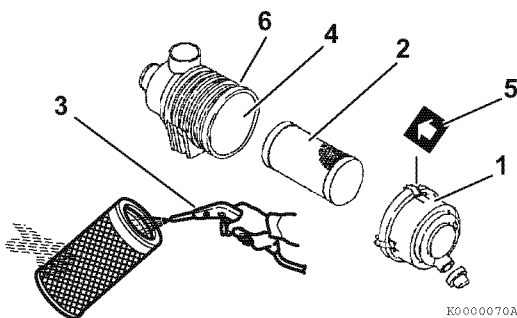

Рисунок 13
1. Разблокируйте и снимите крышку воздушного фильтра (**Рисунок 13, (1)**).
2. Извлеките элемент (**Рисунок 13, (2)**) (при наличии двух элементов — наружный).
3. Продуйте (**Рисунок 13, (3)**) элемент изнутри сжатым воздухом под давлением 0,29–0,49 МПа (3,0–5,0 кгс/см²), чтобы удалить засоряющие частицы. Чтобы удалить пыль, не повредив элемент, используйте минимально возможное давление воздуха.
7. Установите элемент на место в корпус воздушного фильтра (**Рисунок 13, (4)**).
8. Установите на место крышку воздушного фильтра, совместив стрелку (**Рисунок 13, (5)**) на крышке со стрелкой на корпусе (**Рисунок 13, (6)**).
Меняйте элемент воздушного фильтра (**Рисунок 13, (2)**) каждые 500 часов, даже если он не поврежден и не загрязнен.
При замене элемента очищайте внутреннюю поверхность корпуса воздушного фильтра (**Рисунок 13, (4)**).